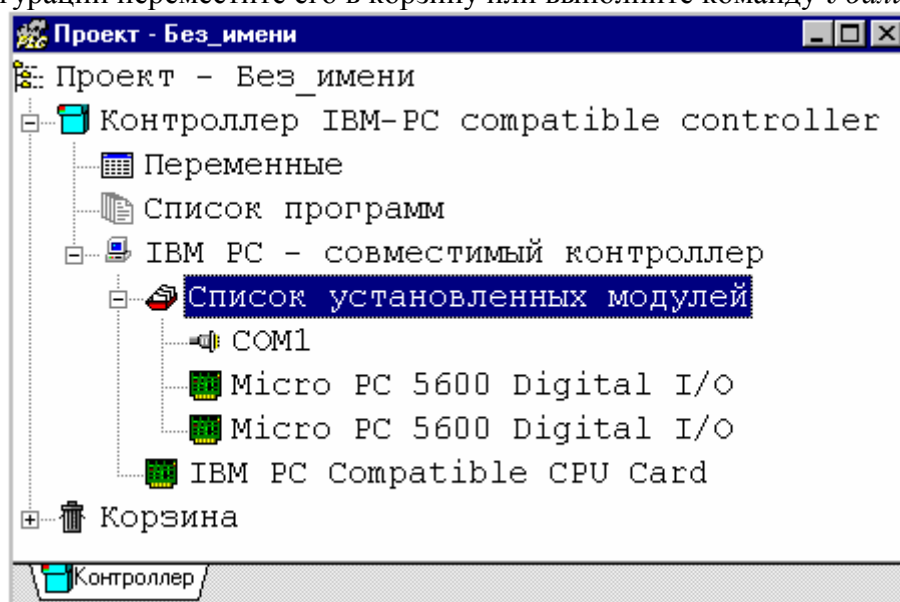

Рис.10-6. Установлены 3 модуля: 2 PC5600 и COM1
10.4.1 Щелкните на условном изображении порта в списке установленных модулей. В рабочем поле появится окно настроек порта (рис.10-6).